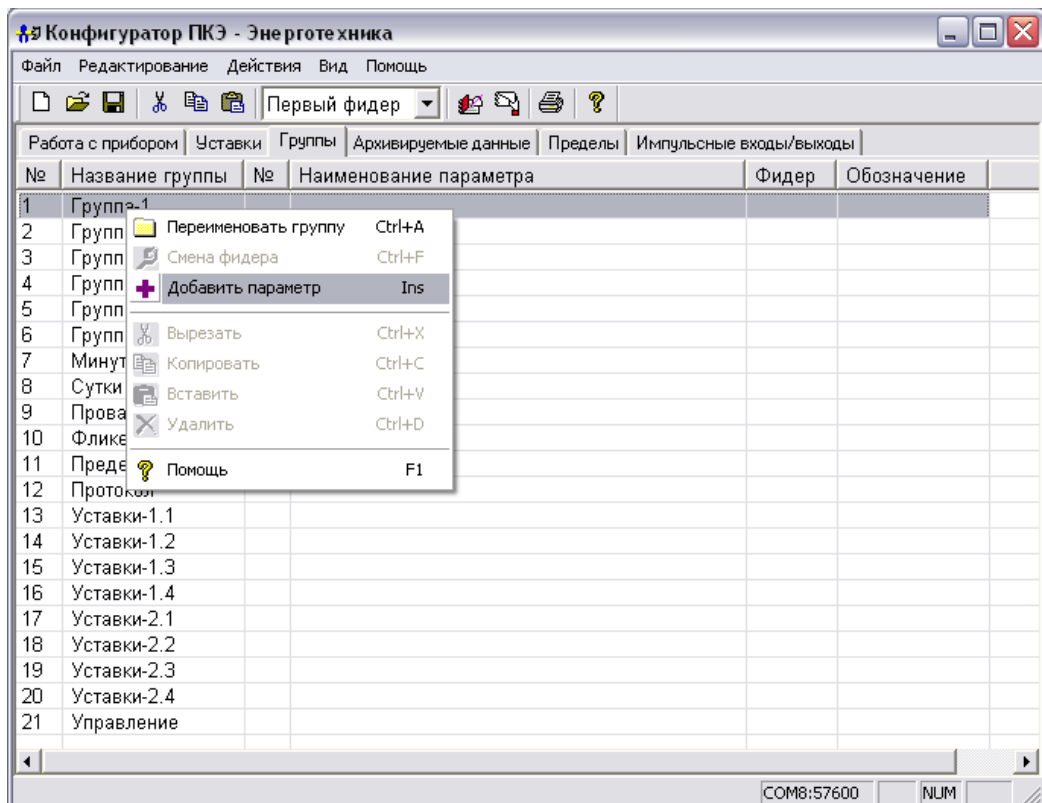

Рисунок 51
- в контекстном меню (рисунок 51) выбрать пункт «Переименовать группу»;